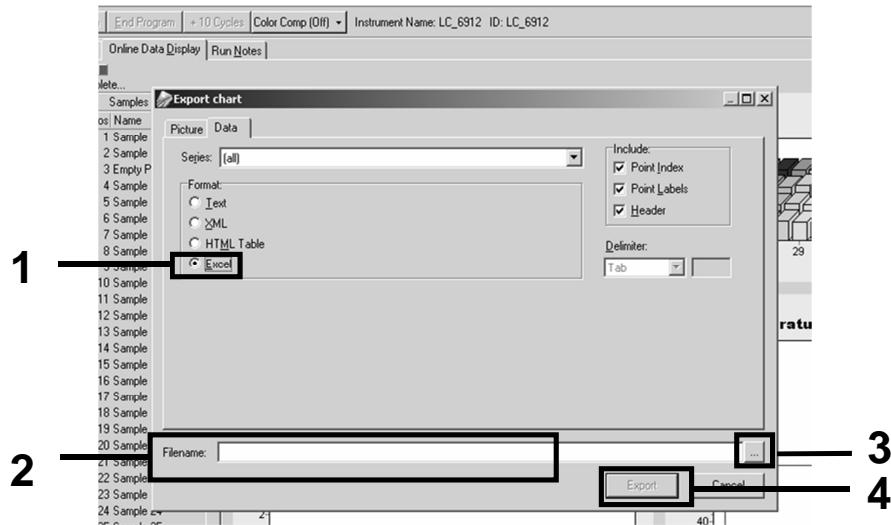

Ilustración 30. Selección del formato de exportación y el destino del archivo de datos.
13. Haga clic en la opción "Excel" de "Export chart" (Gráfico de exportación) (ilustración 30). Introduzca un nombre en el campo de diálogo "Filename" (Nombre del archivo). Seleccione un destino de exportación para el archivo de resultados con el botón . Haga clic en "Export" (Exportar).